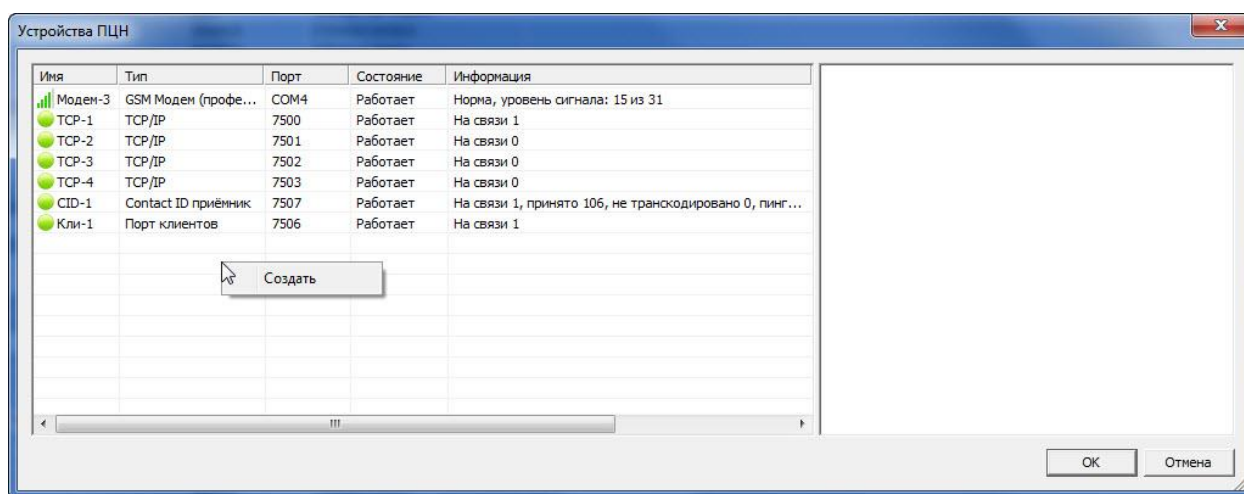

Рисунок 13.1 — Окно *Устройства ПЦН*
2. В открывшемся окне *Устройства ПЦН* щелкните правой кнопкой мыши по свободному месту и в контекстном меню выберите *Создать* (см. рисунок 13.1).